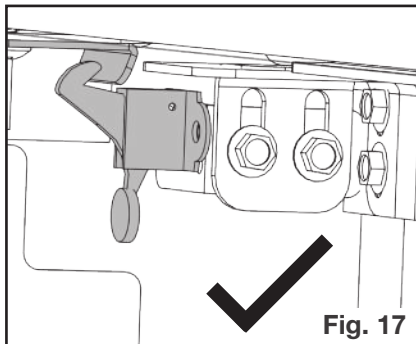

Fig. 17
13. Vérifiez si les loquets sont bien positionnés (**Fig. 17**). Ajustez les loquets, si nécessaire. Resserrez bien les vis, mais sans serrer excessivement.